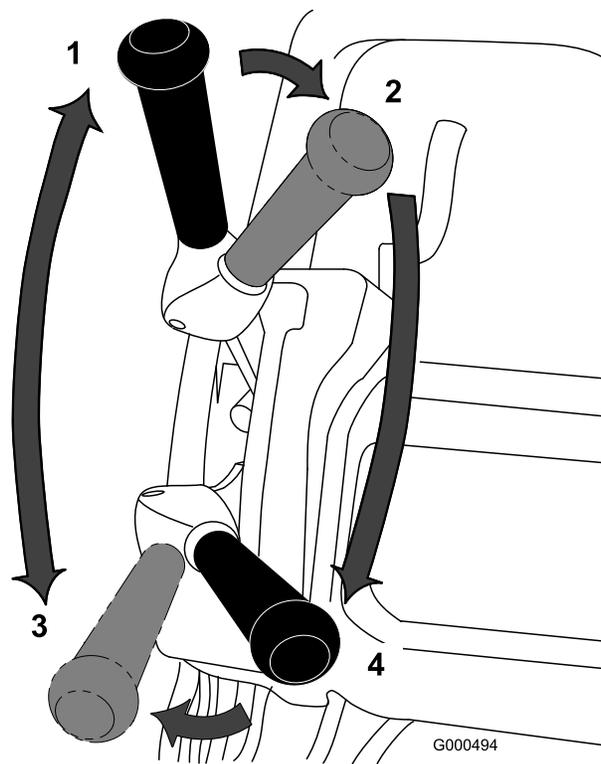

図 32
1. エンジンを始動、スロットルを下げ、ハンドルを押し下げてカッティングユニットを上げ、オペレータコントロールを握り、走行レバーとリール駆動レバーを前進走行にセットして、グリーンのカラー縁に入る 図 32。
2. レバーをニュートラル位置にする 図 32。
3. 走行レバーをニュートラルにし、リールレバーを切位置にする 図 32。
4. 走行レバーを — 前進、リール駆動 — 入 位置 図 32 にして、スロットルで希望する走行速度に調整し、グリーンに入ったらカッティングユニットを降ろして刈り込みを開始する。